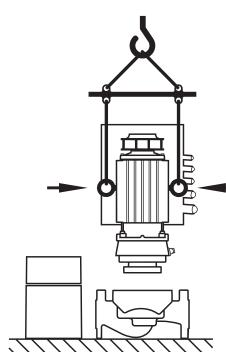

Fig. 9: Transport av motorn
- Vid behov, t.ex. vid reparationer, kan transportöglorna flyttas från motorflänsen till motorhuset (se t.ex. Fig. 9). Innan transportöglorna monteras på motorhuset ska distansringarna skruvas ut ur öppningarna för transportöglorna (Fig. 7, pos. 20b) (se kapitel 10.2.1 "Byte av mekanisk tätnings" på sidan 48).
- Om transportöglorna har tagits bort från motorflänsen och monterats på motorhuset får de endast användas för att lyfta och transportera instickssatsen (Fig. 9) och inte för att transportera hela pumpen eller för att lossa instickssatsen från pumphuset.